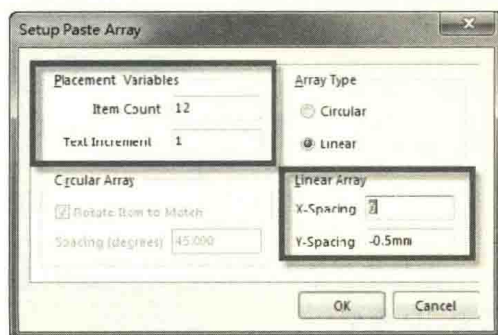
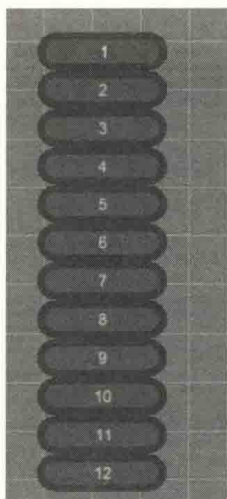

图 12-27 设置阵列粘贴的参数
图 12-28 第一排焊盘
(4) 选中刚刚放置的焊盘，按快捷键“Ctrl+C”，然后单击焊盘的中心，按快捷键“EA”，进入特殊粘贴，选择“Paste Array”，确认封装的方向，确定管脚序号的排序是逆时针，设置好阵列粘贴的参数，如图 12-27 所示，然后再次单击刚才焊盘的中心，可以对芯片一边的焊盘放置好，如图 12-28 所示。